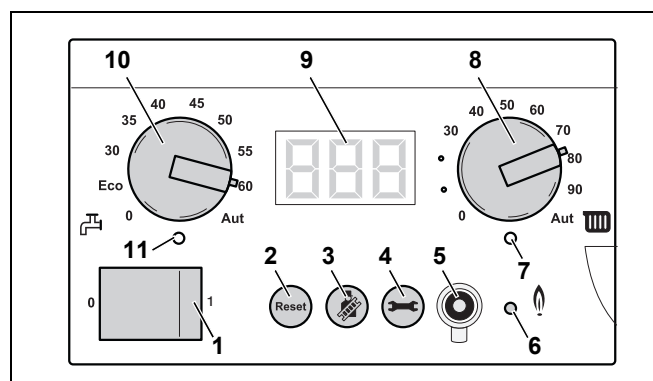

Fig. 91 Controler de bază BC10
- Setați cu ajutorul butonului rotativ "Temperatura maximă a cazanului" (fig. 91, poz. 8) temperatura limită superioară a apei cazanului pentru regimul de încălzire (vezi tab. 15).